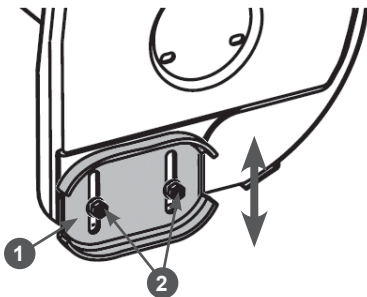

Рис. 29 Регулировка высоты забора снега
- Открутите гайки 2 крепления ползкока 1 на 1-2 оборота и установите ползкок на необходимую высоту (Рис. 29). Снова затяните гайки.